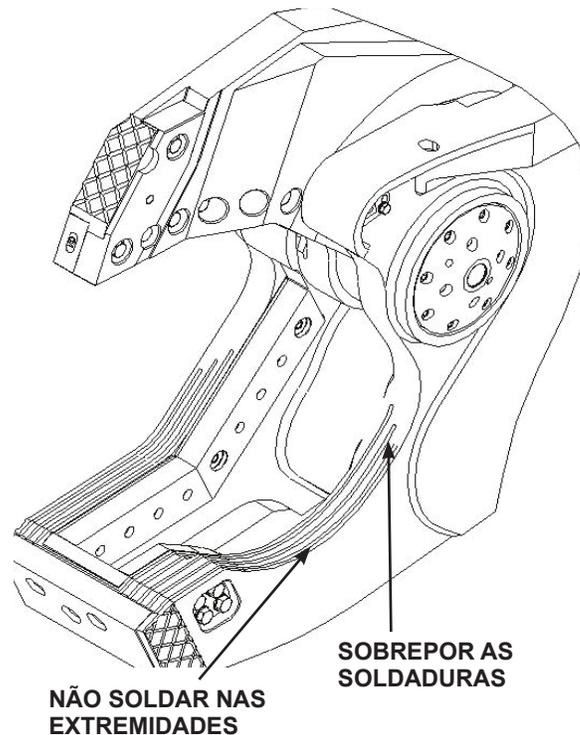

FIGURA 5-38
- Sobreponha as extremidades das soldaduras e não termine uma soldadura adjacente a um orifício do parafuso da lâmina. Consulte a **Figura 5-38**.